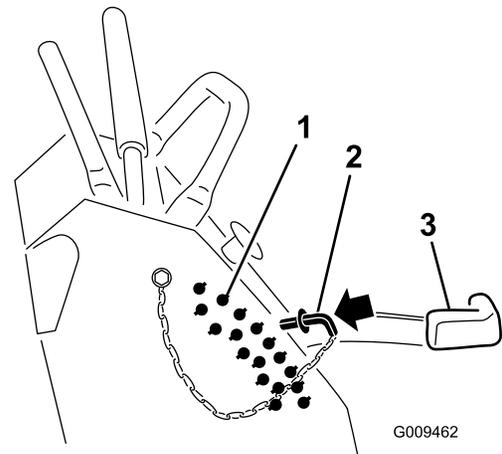

Bild 28
2. Wählen Sie ein Loch in der Schnitthöhenhalterung, das der gewünschten Schnitthöhe entspricht, und stecken Sie den Lastösenbolzen wieder ein (Bild 28).
3. Senken Sie den Schnitthöhenhebel auf den Stift ab (Bild 28).